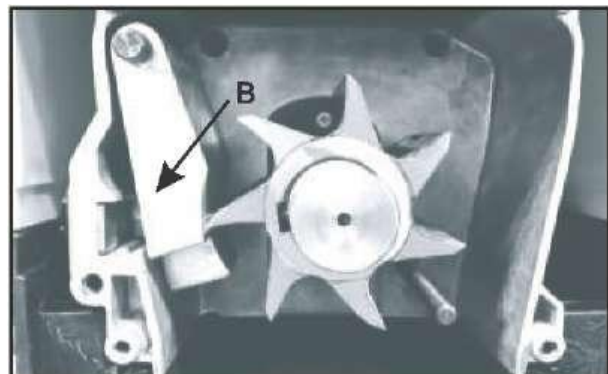

Fig. 6B)
2. Retire a contraplaca (B) e coloque uma nova. (Fig. 6B)